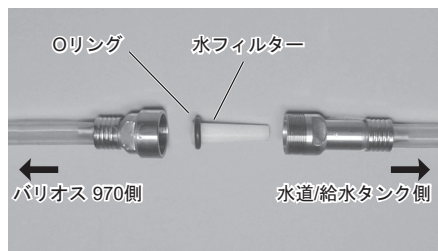

図47
- 3)ケース付水フィルターが外れると、中から水フィルターが出てきます。同じ向きで新しい水フィルター (別売品) に交換して、取り外しと逆の手順で組み付けてください。(図 47)